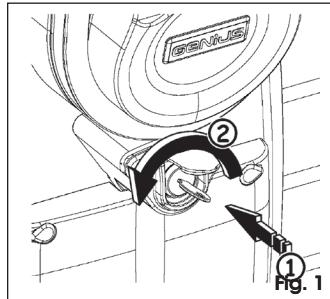

Fig. 1
1. Steek de gepersonaliseerde sleutel erin en zet hem op "**STOP**" door hem tegen de wijzers van de klok in te draaien tot hij niet verder kan, Fig. 1